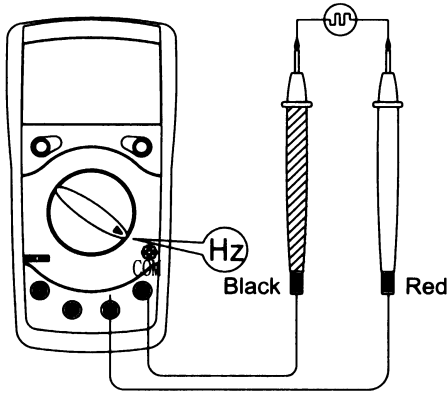

Рис.6
**F. UT-39C: измерение частоты (рис.6)**